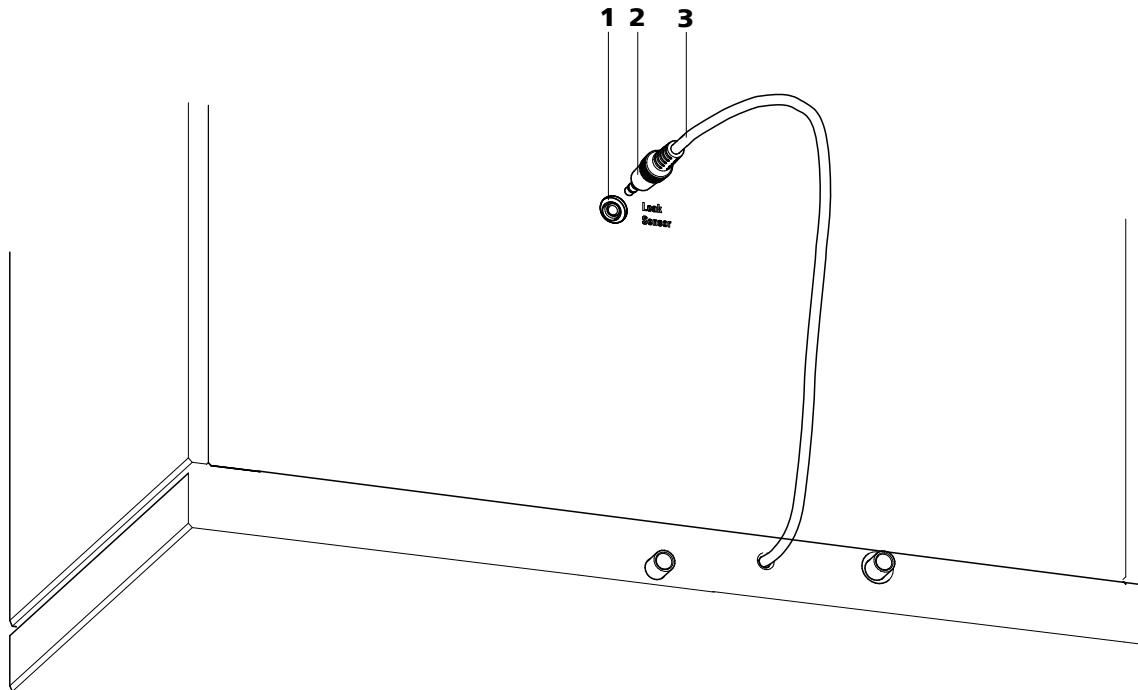

Abbildung 10 Anschluss des Lecksensors an der Geräterückseite
- 1 Lecksensor-Anschlussstecker (10-2) in die Lecksensor-Anschlussbuchse (10-1) auf der Geräterückseite (siehe Abbildung 10, Seite 30) einstecken.